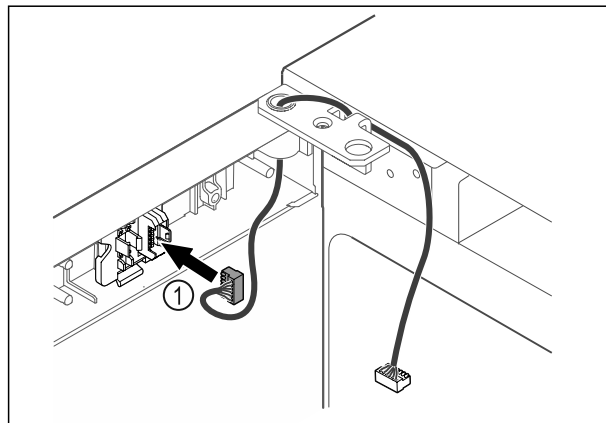

Fig. 63
- ▶ Dugja be a dugót Fig. 63 (1) a dugófoglatba.